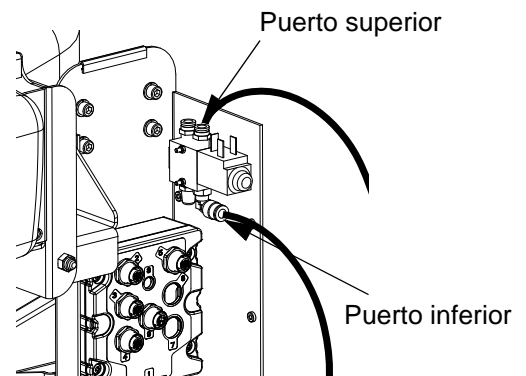

FIG. 97: Instalación de las tuberías de aire: válvula de solenoide
- b. Haga funcionar las tuberías de aire entre la ménsula del adaptador y conéctelas al puerto superior e inferior del conjunto de válvula de solenoide como se muestra. Consulte la FIG. 96 y FIG. 97.